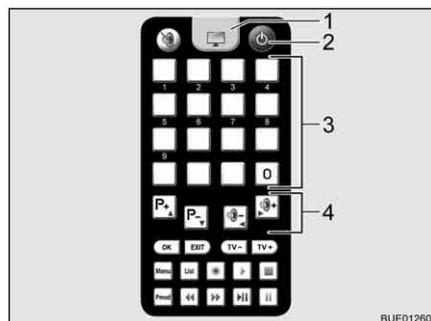

Fig. 24 Telecomando televisore
- Premere il tasto "⏻" (Fig. 24,2) sul telecomando. L'impianto si porta nella modalità di ricerca. Viene emesso un segnale acustico fisso.
- Per passare dalla ricezione televisiva al telecomando per il televisore, premere il tasto del televisore (Fig. 24,1). Il segnale acustico cessa. Sullo schermo compare un'immagine.
- Selezionare l'emittente desiderata con i tasti memoria (Fig. 24,3) sul telecomando del televisore o con i tasti funzione (Fig. 24,4).